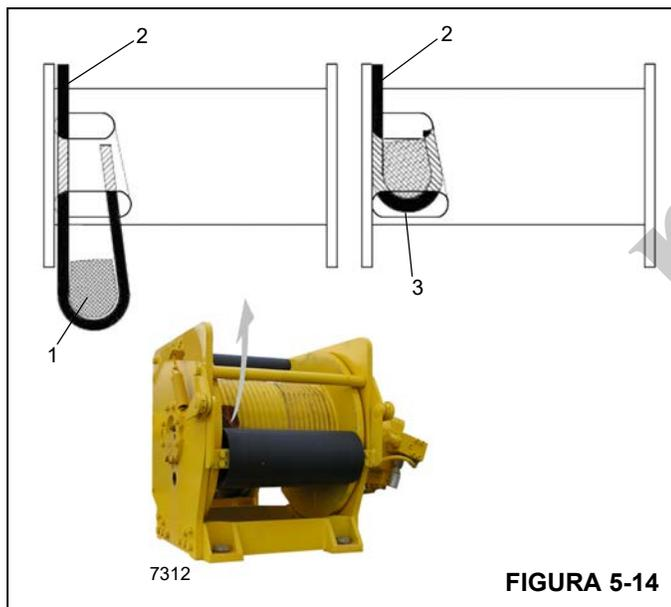

FIGURA 5-14
3. Insira o cabo através da fenda e posicione-o em volta da cunha de fixação (1) Figura 5-14.